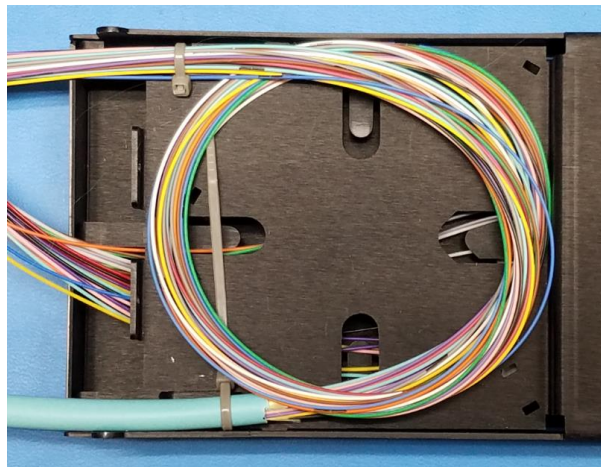

Figura 6
**3.8** Separe las fibras del enlace troncal en grupos de 12 fibras cada uno. Proporcione un bucle de cable suelto del almacenamiento para el cable troncal expuesto en el área de almacenamiento de la tapa inferior (**Figura 6**). Sujete temporalmente el bucle con una segunda abrazadera de unión. Instale la tapa inferior y dé la vuelta al módulo.